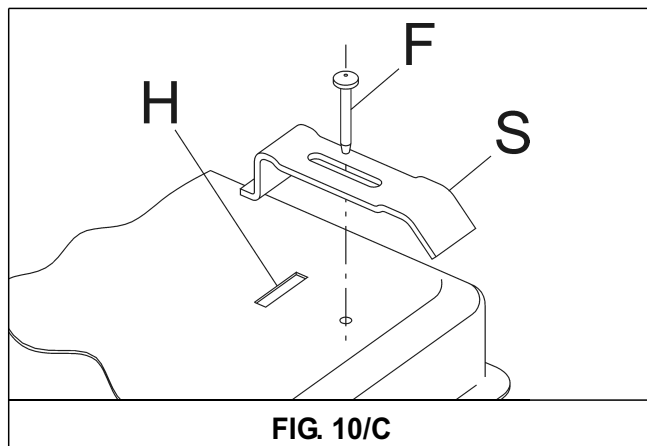

FIG. 10/C
- Fixe-o através das respectivas a braçadeiras "S", tendo o cuidado de introduzir a parte saliente na abertura "H", localizada no fundo, e aparafusando o parafuso "F" até bloquear a braçadeira "S" no tampo (ver fig. 10).